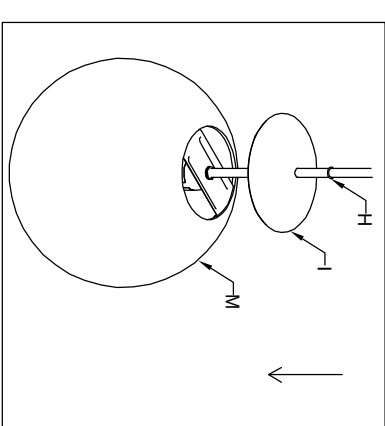

Fig. 5
- Allineare la sfera (M) alla struttura, abbassare la sfera in modo che appoggi sulla staffa (L); abbassare la lente (I) e la bloccarla con la guarnizione (H) (Fig. 5).
- Align the ball (M) to the structure, move down the ball until it rests on the bracket (L); move down the particular (I) and fix with the o-ring (H) (Fig. 5).